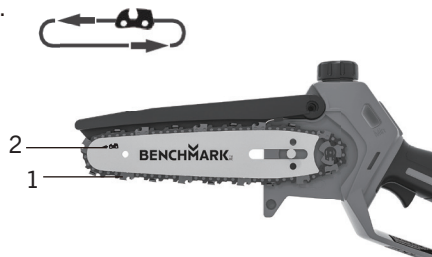

FIG. 5
3. Étalez la chaîne de la scie à (1) en une boucle. Utilisez le symbole graphique situé sous le couvercle du pignon comme guide pour déterminer le sens de déplacement correct de la chaîne (2) (Fig.5).